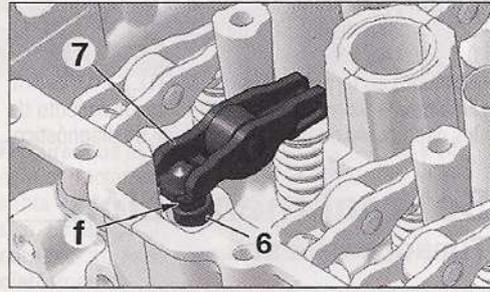

FIG. 87
- Colocar una grapa de sujeción sobre el empujador, y fijar la lengüeta (Fig.87).